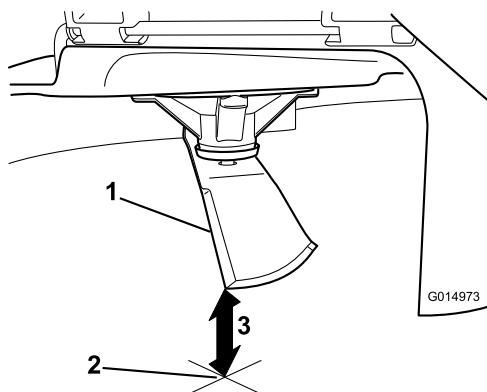

Figura 69
5. Misurate dalla punta della lama alla superficie piana (Figura 69).